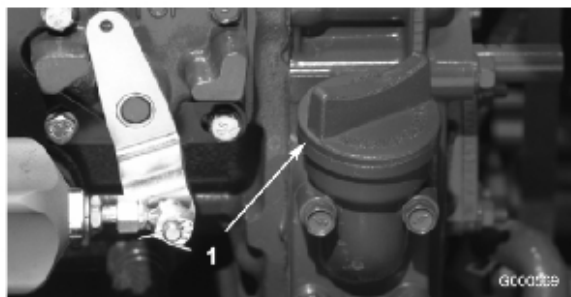

図 11
4. 不足している場合は、キャップ（図 11）を取り、Full 位置までオイルを補給する。入れすぎないように注意する。